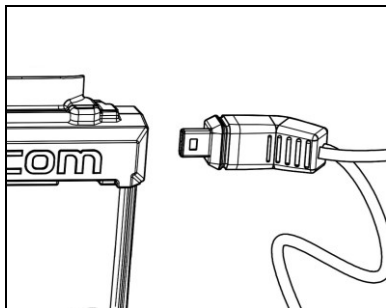

Fig. 6
- Sluit de rechterkabel aan op het andere deel, zoals is aangeduid in Fig 6.